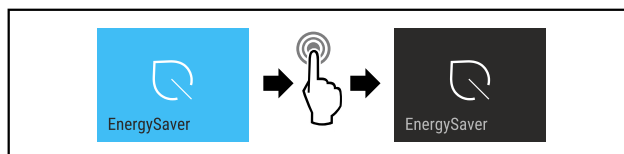

Fig. 17
- Proved'te akční kroky (viz Fig. 17) .